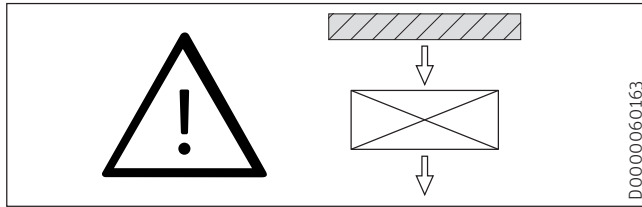

Fig. 4
- Die Wärmepumpe ist für die Aufstellung vor einer Wand auf einer Stand- oder Wandkonsole konzipiert – Fig. 4.